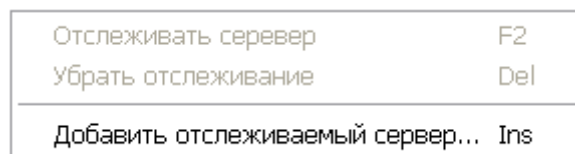

Рис. 2.7
1. В контекстном меню окна выберите команду **Добавить отслеживаемый сервер** (Рис. 2.7).